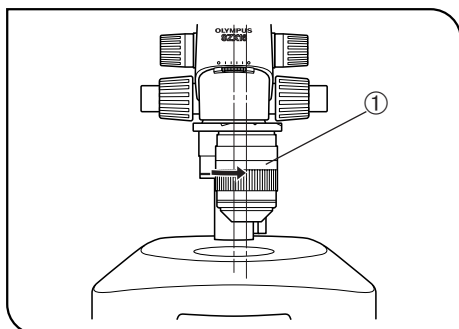

Fig. 30
1. Vrid det utvalda objektivet ① medurs (17°) till klickpositionen för fotografiska strålgången (fig. 30).